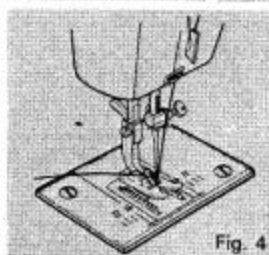

Fig. 4
2. Trek nu losjes aan de bovendraad, waardoor de onderdraad naar boven komt. (Fig. 4)